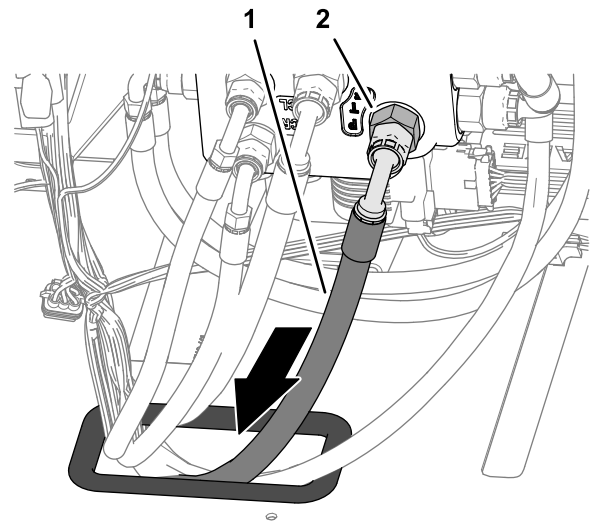

Figura 125
- Enrute el extremo de la manguera de la bomba hidráulica de 10 mm x 2921 mm ($\frac{3}{8}$ " x 115") con acoplamiento de 45° a través del anillo de goma de la chapa de suelo (Figura 125).
- Monte el acoplamiento de 90° de la manguera de la bomba hidráulica de 10 mm x 2921 mm ($\frac{3}{8}$ " x 115") en el acoplamiento del orificio PT de la válvula de dirección EHI, y apriete el acoplamiento (Figura 125).